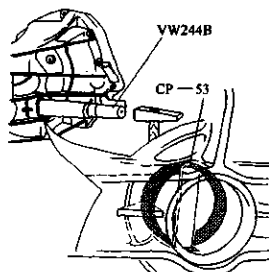

图 3-113 拆下另一侧差速器轴承外圈和调整垫片  $s_2$
7) 从变速器壳体上拆下差速器轴承的外圈和调整垫片  $s_2$ ，如图 3-113 所示。注意：当更换差速器轴承时，轴承外圈需要一起更换，同时必须计算从动锥齿轮的调整垫片  $s_1$  和  $s_2$  的厚度。